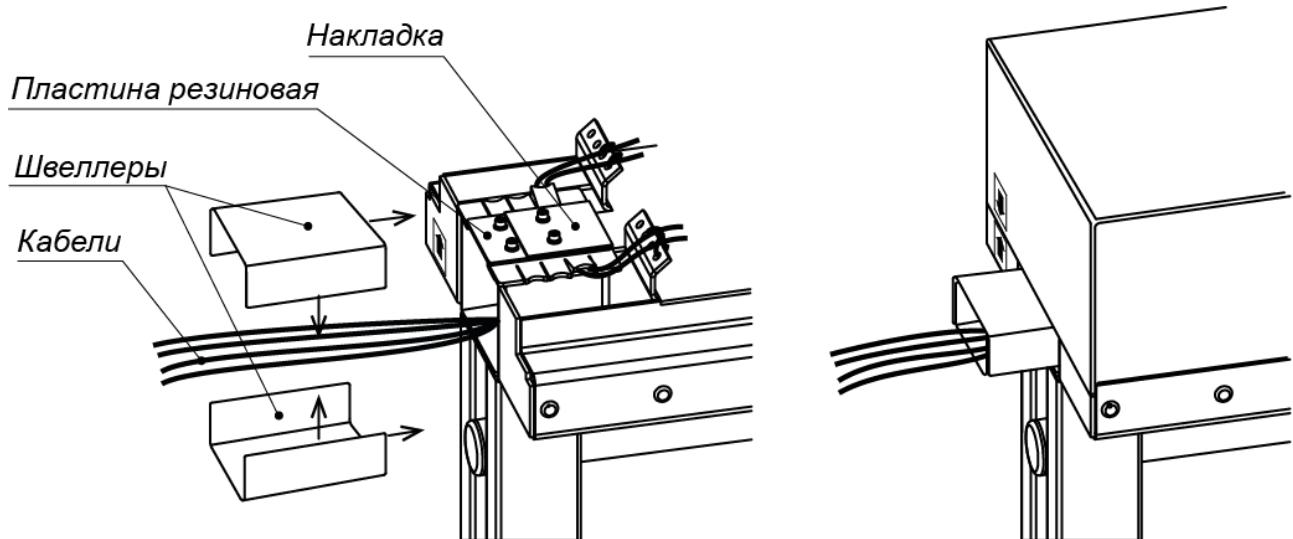

Рисунок 20. Прокладка кабелей между двумя турникетами
- Последовательно закрепите на элементах крепления установленной секции ротора две оставшиеся секции, используя 4 болта M8×14 для верхних точек крепления и 20 болтов M8×12 (ключ SW6) для остальных точек крепления с пружинными шайбами (см. рис. 20). Для монтажа данных болтов рекомендуется использовать инструмент с возможностью фиксации в нем закручиваемого болта, к примеру, для ротора из стали – инструмент с магнитным наконечником (для ротора из нержавеющей стали применены болты также из нержавеющей стали, поэтому для этой цели нужно использовать липкую ленту, намотанную на наконечник, или подходящий пластичный материал).
- Проверьте вертикальность положения ротора с помощью уровня. При необходимости устранимте отклонение от вертикальности путем смещения балки привода (8) в пределах допуска монтажных отверстий под шпильки и болты. Окончательно затяните болты и гайки крепления балки привода.